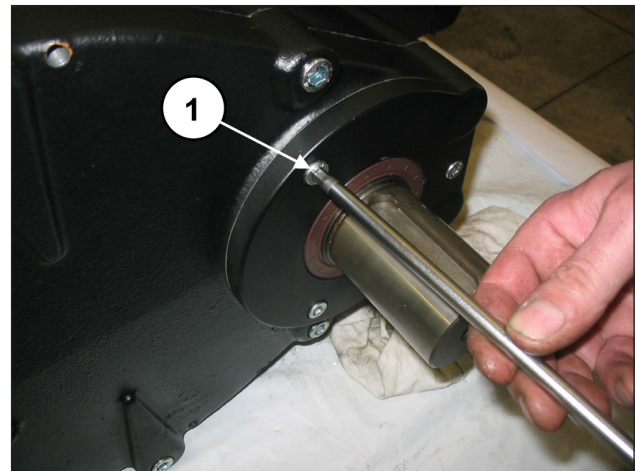

Abb. 3
Lösen Sie die Befestigungsschrauben des Getriebeflanschs (Pos. ①, Abb. 3) und ziehen Sie den Flansch von der Welle ab.